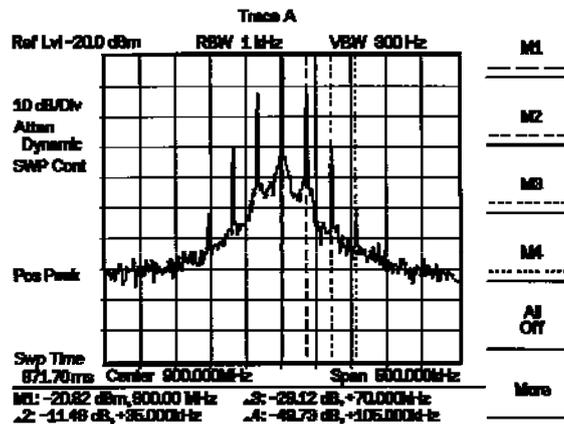

图 4-9 频率调制
- 步骤 8. 使用标记 M3 和 M4 重复上面的步骤,为每一个标记选择 δ 功能。如显示在屏幕底部的 δ 数值所示那样,旁带应被 35 kHz 分隔(图 4-9)